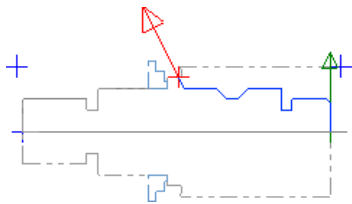

图 19.14 选取加工轮廓
Step2. 定义加工轮廓。在该对话框中选中 ☒ **接续** 复选框，然后在图形区中依次选取图 19.14 所示的加工轮廓线（中心线以上的部分）。单击 ☒ 按钮，系统弹出“车床粗加工 属性”对话框。